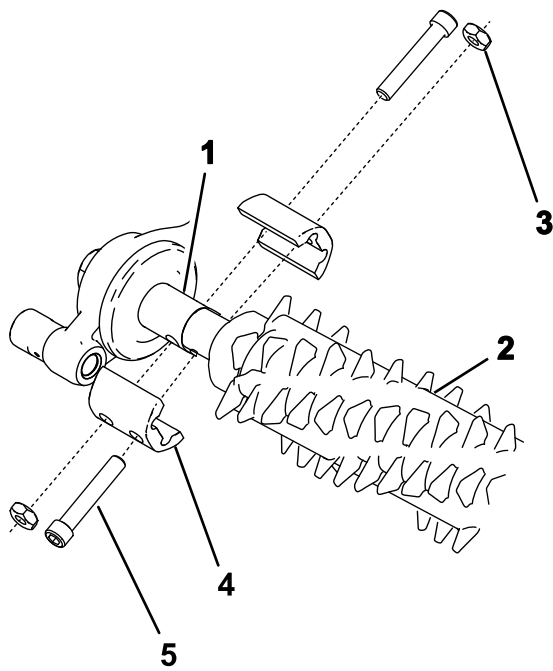

图 16
2. 将疏草刀组件与疏草刀驱动箱驱动短轴和总轮总成对齐图 16。